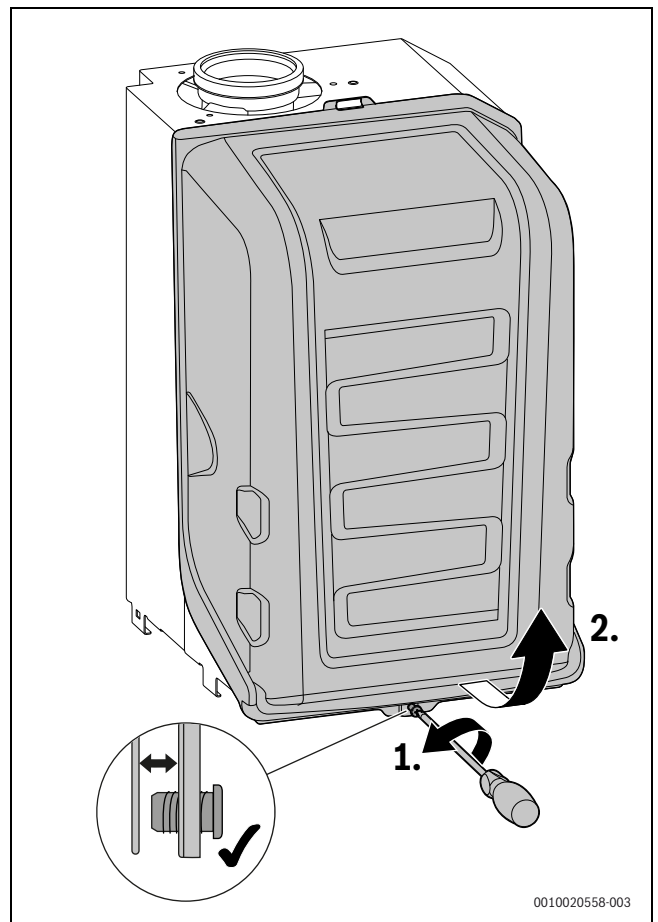

Bild 14 Brennerhaube abnehmen
- ▶ Brennerhaube abnehmen (→ Bild 14, Seite 83).